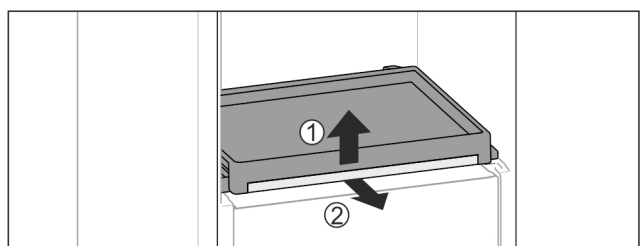

Fig. 95
- ▶ Витягніть витяжну панель зі скляною полицю: Підніміть трохи скляну полицю спереду Fig. 95 (1) та витягніть вперед Fig. 95 (2).